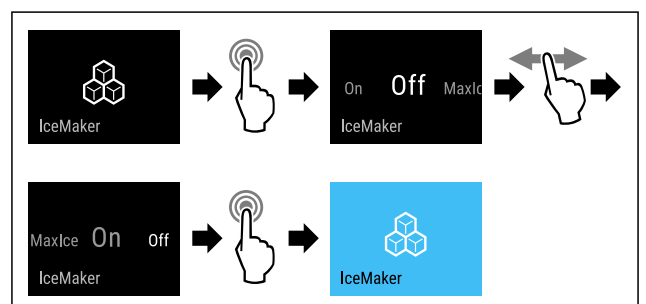

Fig. 16
- Suivre les étapes (voir Fig. 16).